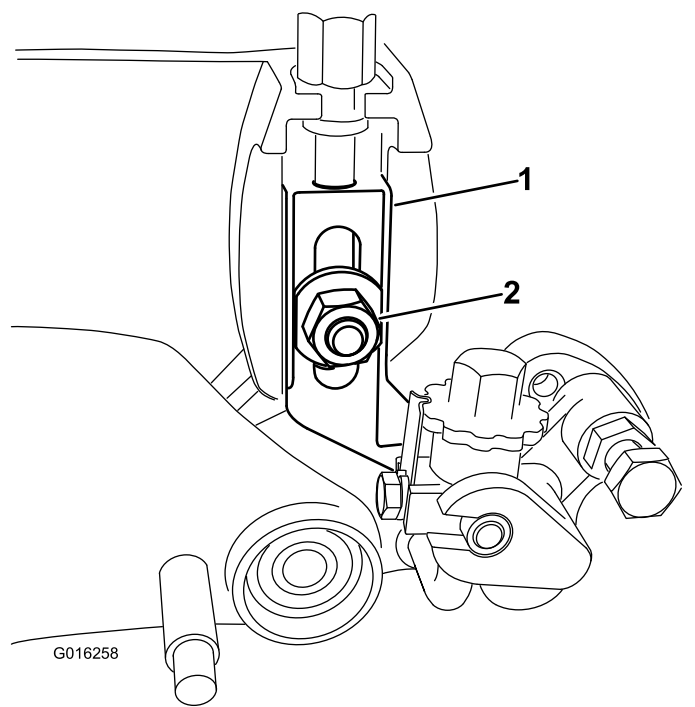

Figura 33
5. Retire el perno avellanado, la tuerca y la arandela que sujetan el brazo de ajuste de la altura de corte a la chapa lateral (Figura 33).